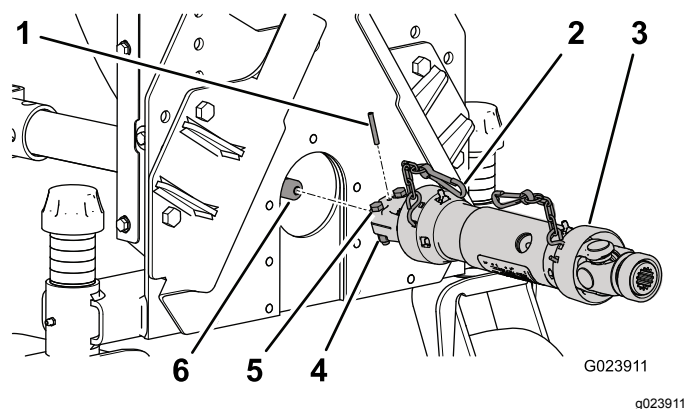

Figura 9
4. Sujete el conjunto con un pasador cilíndrico (Figura 9).
5. Sujete el árbol de transmisión al eje de la caja de engranajes con 2 pernos (5/16" x 1¼") y 2 contratuercas (5/16") (Figura 9).
8. Conecte la cadena de seguridad al bastidor del soplador (Figura 9).